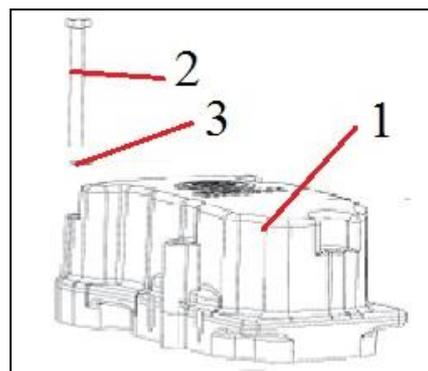

Рис.79 Установка клапанных крышек
4.19. Установка клапанных крышек (см.рис. 79).